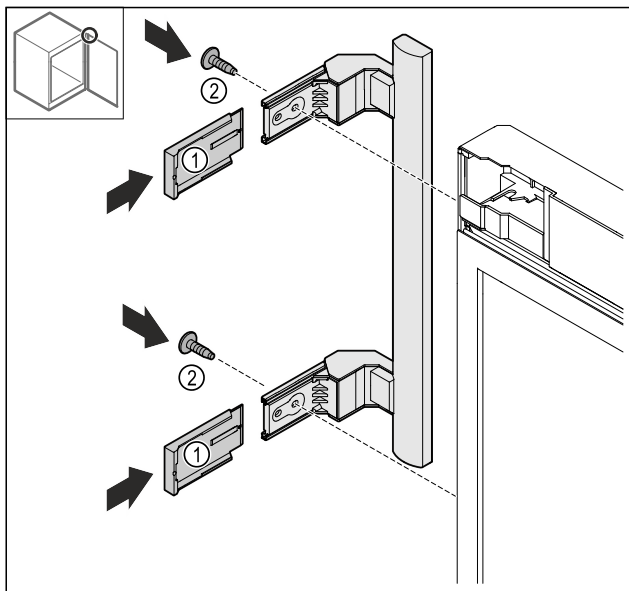

Fig. 26
- ▶ Насуньте накладки Fig. 26 (1).